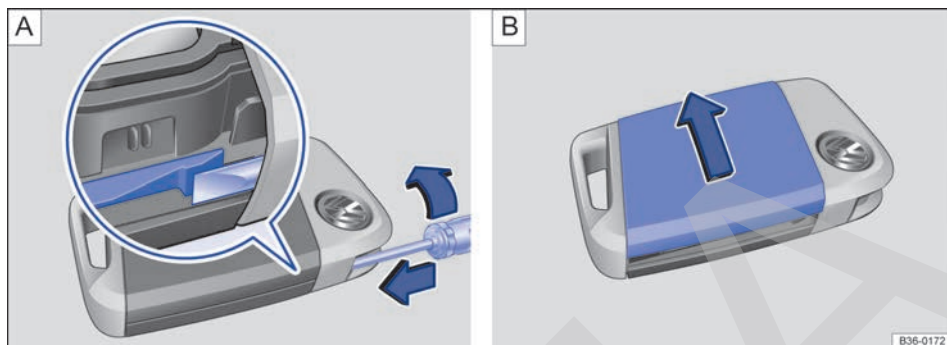

Fig. 34 Llave del vehículo: apertura de la tapa del compartimento de la pila.
La pila se encuentra en la parte posterior de la llave detrás de una tapa → fig. 34.
- Introduzca un destornillador de hoja plana de aprox. 3 mm de ancho unos 12 mm en la llave del vehículo por la guía exterior de la llave de emergencia en el sentido de la flecha → fig. 34 .
- Desplace la tapa del compartimento de la pila en el sentido que indica la flecha → fig. 34  y retírela → 1.
- Coloque la tapa y presiónela sobre la carcasa de la llave en el sentido contrario al de la flecha hasta que encaje → fig. 34 .